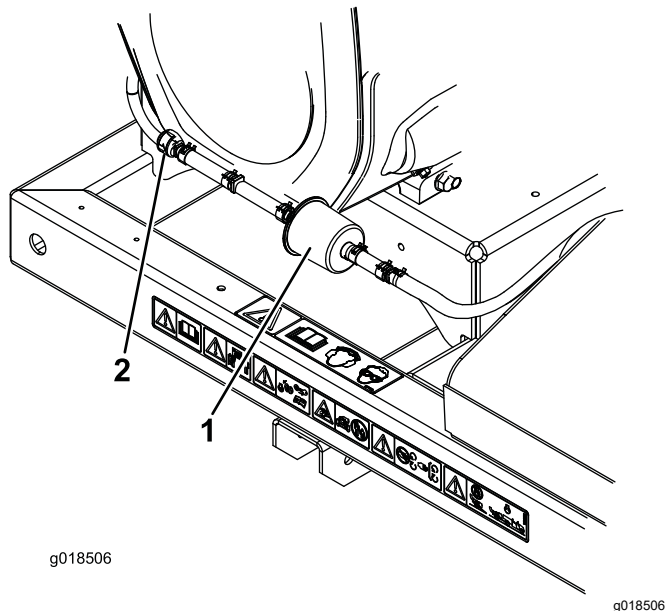

図 39
2. カーボンキャニスタ・パージラインフィルタの前後両側についているホースクランプをゆるめてフィルタから遠い位置に移す **図 39**。
3. カーボンフィルタを外して捨てる **図 39**。
4. 新しいフィルタをホースに取り付けるフィルタについている矢印がチェックバルブの方を向くように取り付け、ホースクランプで元のように固定する **図 39**。